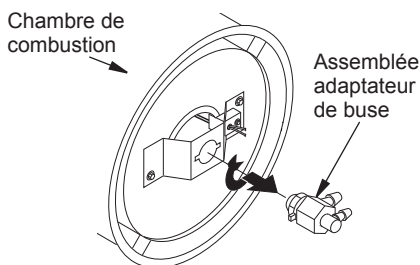

Figure 18 - Retrait de assemblée adaptateur de buse
4. Tourner ensemble de buse 1/4 tour à gauche et tirez-la vers moteur pour retirer (voir figure 18).
10. Fixez ensemble de buse à la sangle du brûleur (voir figure 18, page 71).